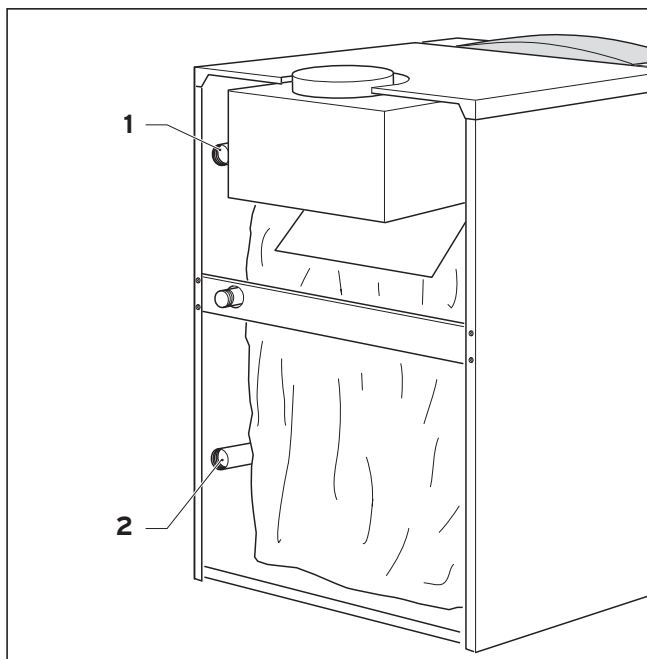

Fig. 4.1 Racordul pe partea de încălzire
- Instalați turul (HVL) și returul (HRL) încălzirii conform indicațiilor din fig. 4.1.